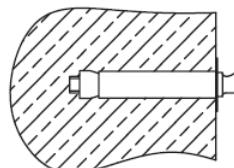

Abb. 2
2. Nachdem Sie einen geeigneten Standort ausgewählt haben, bestimmen Sie die Positionen der beiden Installationslöcher, die für Expansionsbolzen mit Haken verwendet werden (entsprechend der Spezifikation des von Ihnen ausgewählten Produkts). Bohren Sie zwei Löcher mit der entsprechenden Tiefe in die Wand, indem Sie einen Hackbohrer verwenden, dessen Größe zu den an der Maschine angebrachten Dehnschrauben passt, setzen Sie die Schrauben ein, drehen Sie den Haken nach oben, ziehen Sie die Muttern fest, um ihn fest zu befestigen, und hängen Sie dann den elektrischen Warmwasserbereiter auf darauf (siehe Abb.2).